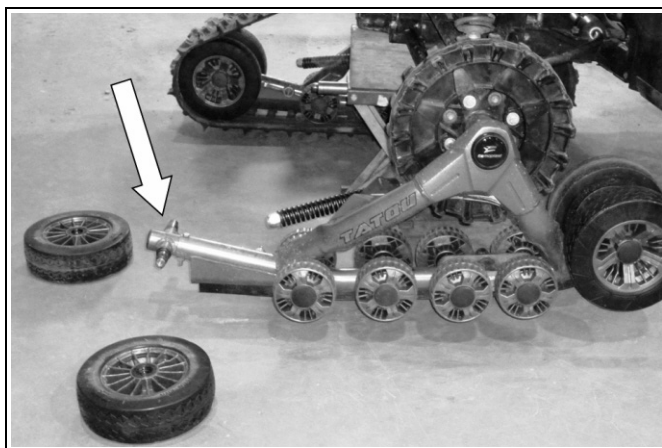

Figura 19
- Rimuovere le due ruote da 255 mm e collocarle dalla parte opposta rispetto al tendicingolo (vedere Figura 19).